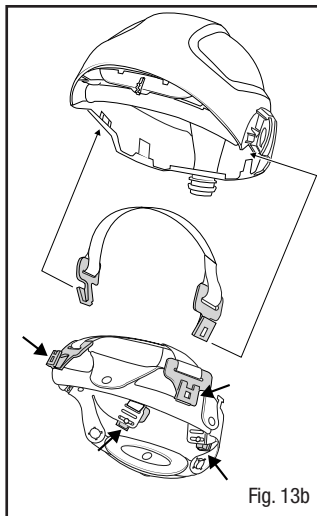

Fig. 13b
- Para instalar un arnés nuevo, anexe la banda de red que no está anexa a la banda para la cabeza al armazón del casco al insertar los ganchos en las ranuras. La banda central se anexa en las ranuras a lado de los pivotes interiores del armazón (Fig. 13b).
- Alinee el arnés para la cabeza sobre el armazón con la matraca hacia la entrada de aire y el extremo de la almohadilla del arnés hacia el visor. Anexe los ganchos plásticos del arnés en sus ranuras restantes para completar la instalación del arnés. Debe anexar todos los ganchos. Asegúrese que todos los ganchos estén bien asentados y que sobresalgan de la ranura del armazón (Fig. 13b).